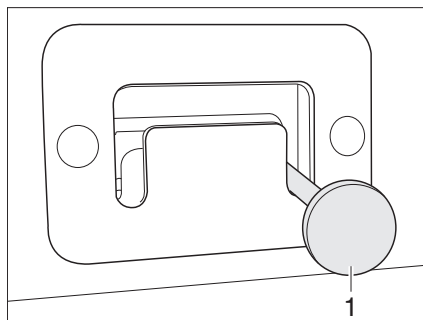

Fig. 92 Levier de verrouillage
- Résoudre la ceinture de sécurité (Fig. 92,1).
- Attacher la ceinture de sécurité (Fig. 92,1).